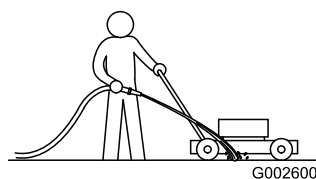

Figure 14
3. Mettez le moteur en marche et engagez la lame, puis dirigez un jet d'eau devant la roue arrière **droite** (Figure 14).